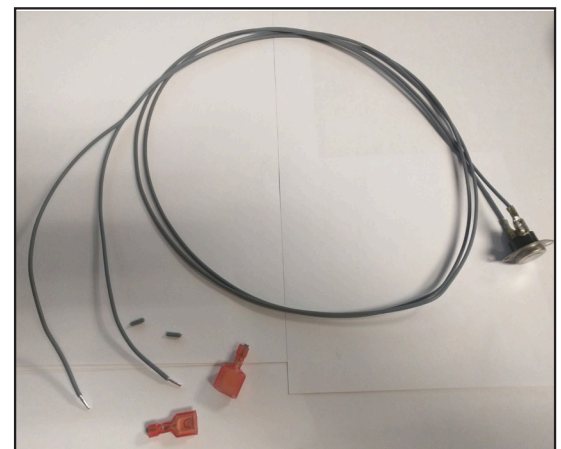

Figure 39: Modification du commutateur de déversement
**Étape 1:** Coupez les connecteurs de l'une des extrémités des fils. Notez que l'interrupteur de déversement n'a pas besoin d'être retiré de l'adaptateur Draffhood pour cette modification (Figure 39).